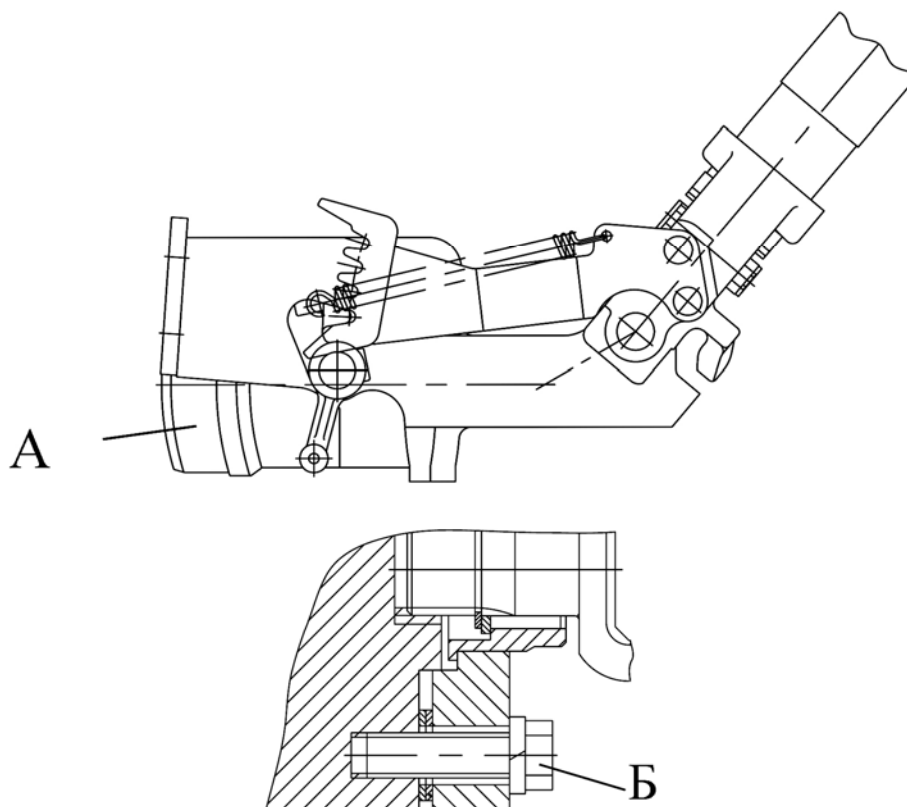

Рисунок 6.16
23) установите насос-дозатор «А», (рисунок 6.16), и закрепите его четырьмя болтами «Б» (М10х30) с пружинными шайбами;